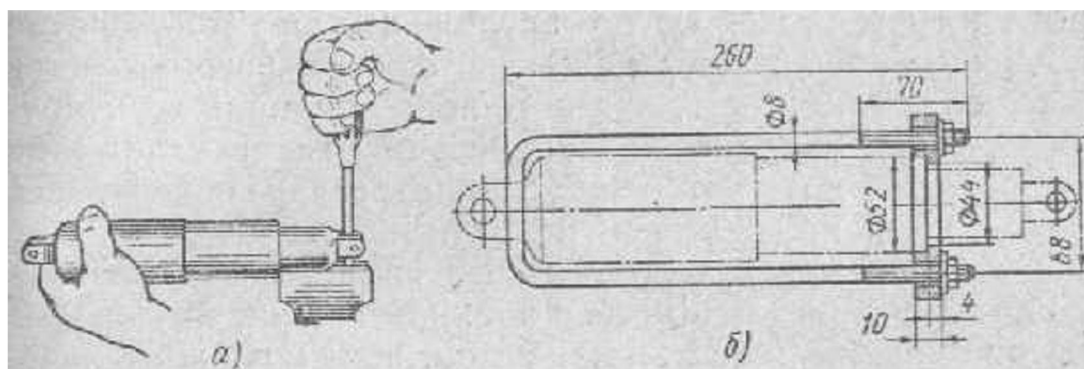

Рис. 130. Сжатие пружины амортизатора при его разборке:
3. Сжать пружину, приложив усилие к нижнему (хромированному) кожуху, и удалить освободившиеся полукольца из канавок. Если не удастся сжать пружину руками, можно воспользоваться тисками (рис. 130, а) или специальным приспособлением (рис. 130, б).